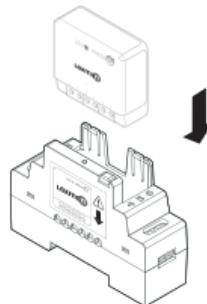

Imagen 2
3. Inserte el receptor en la caja para carril DIN, respetando el sentido de introducción del receptor (véase imagen 2).